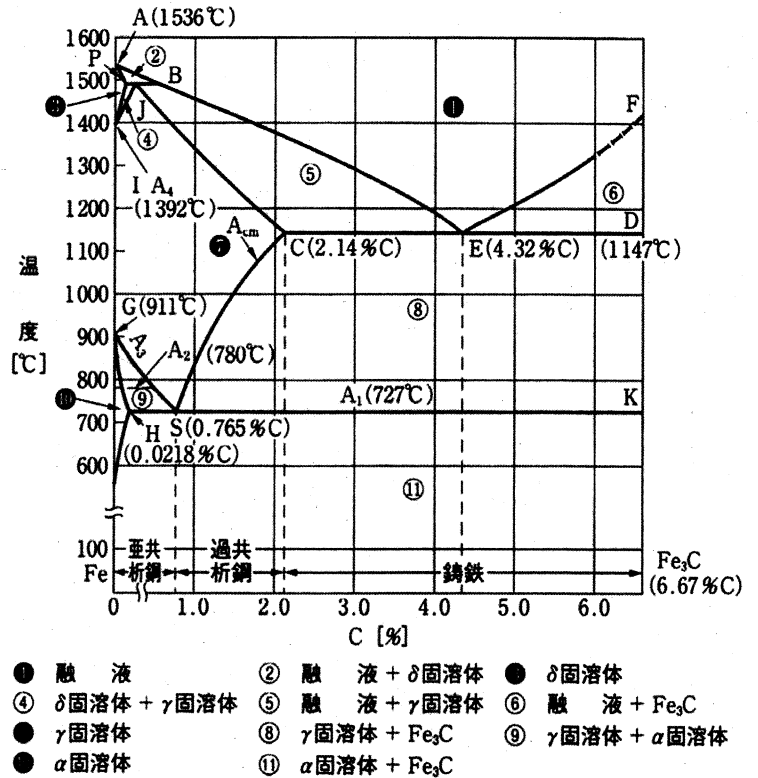

図2 Fe-C系平衡状態図
1) 図2はFe-C系平衡状態図である。
① 共析鋼の炭素濃度 (%C) を答えよ。
②  $Fe_3C$  で示される化合物の名称を答えよ。
③  $\alpha$  固溶体 +  $Fe_3C$  で構成される層状組織の名称を答えよ。
① 過共析鋼をオーステナイト組織の状態から徐冷 (炉内で冷却) した際に室温で得られる組織。
② 共析鋼をオーステナイト单相温度から水冷 (急冷) した際に得られる組織。